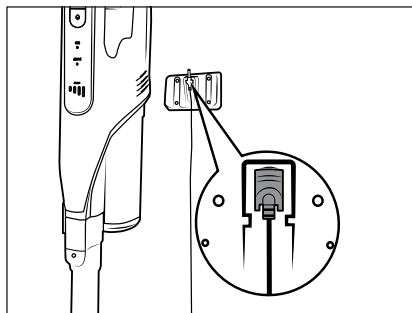

Fig. 6
- ◆ Așezați aspiratorul în suportul pentru perete **18** de sus în jos, astfel încât conectorul-tată **11** să intre în mufa de încărcare **3** de pe partea inferioară a aparatului. Afișajul bateriei **26** începe să lumineze intermitent și procesul de încărcare începe (a se vedea fig. 6 și 7).